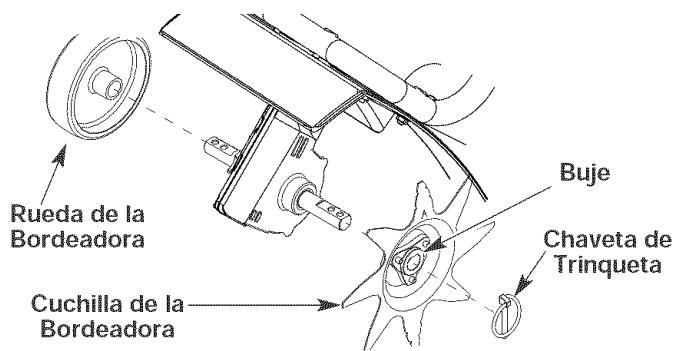

Fig. 6
3. Deslice la rueda de la bordeadora, con el buje mirando hacia adentro, en el lado derecho del árbol del diente y asegúrela con la chaveta de trinquete en el orificio interior (Fig. 6).
4. Deslice la cuchilla de la bordeadora con el buje mirando hacia el lado izquierdo del árbol del diente y asegúrela con la chaveta de trinquete en el orificio interior (Fig. 6).